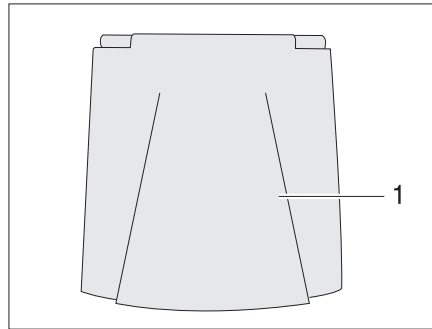

Fig. 33 Raccordement 230 V du portillon extérieur
- Ouvrir:* ■ Basculer le portillon extérieur (Fig. 33,1) vers le haut.
- Fermer:* ■ Faire basculer vers le bas le portillon extérieur (Fig. 33,1) et le fermer.